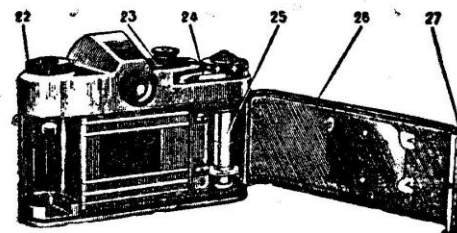

Рис. 3.
При заводе рычага 24 (рис. 3) затвора до упора фотопленка передвигается на один кадр, зеркало видоискателя опускается вниз и взводится шторный затвор.
2. Оттянуть замок 27 (рис. 3) вверх и открыть крышку фотоаппарата. Закрывая фотоаппарат, следует действовать в обратном порядке.
Поэтому при работе с этой лампой рукоятку синхронизации 23 нужно установить на знак «Х» (рис. 3).